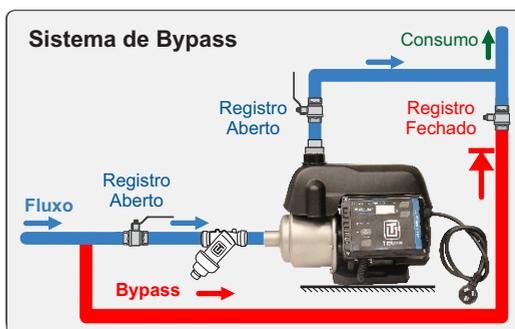

Figura 1 - Instalação em sistema de Bypass
8.9 Instale o pressurizador em sistema de Bypass conforme mostrado na figura 1.